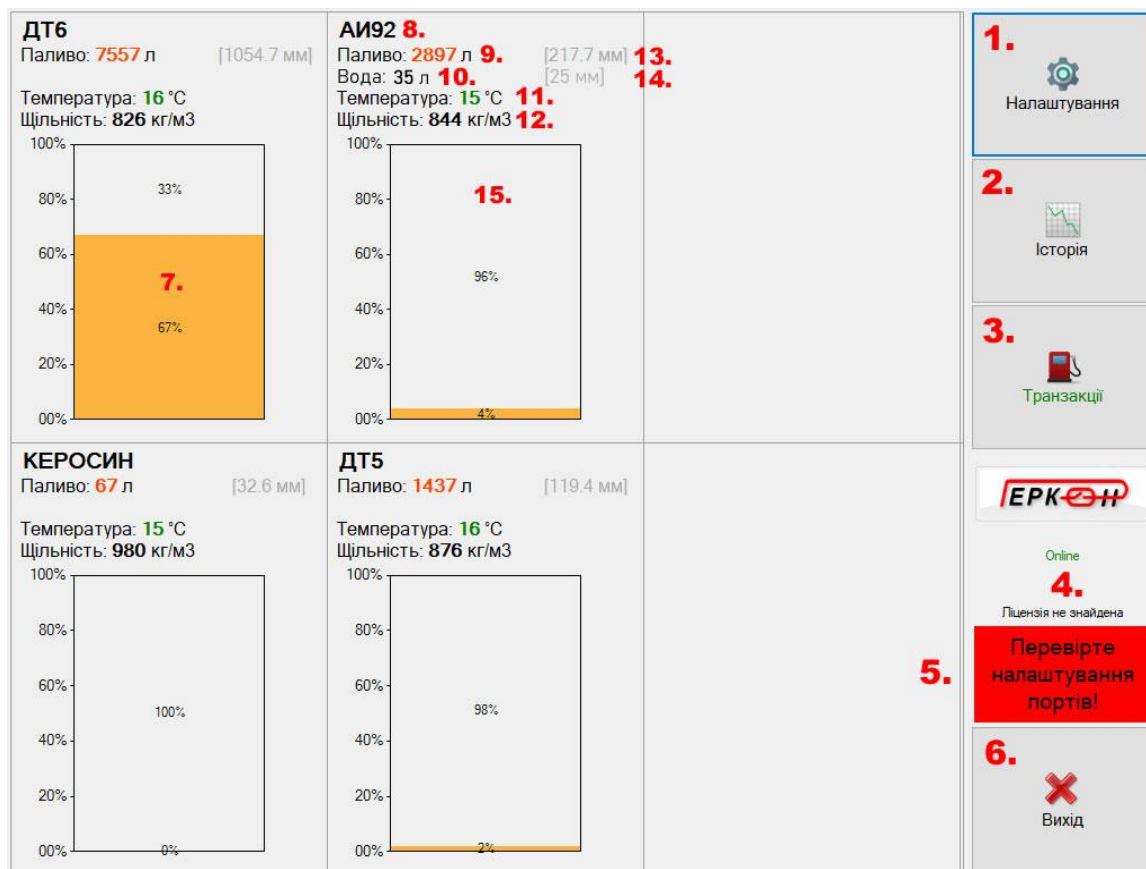

Рисунок 1.2 Интерфейс программы управления уровнемерами и расходомерами PLS_Advanced.
13. Включение, отключение передачи данных на наш сервер, рисунок 1.2.